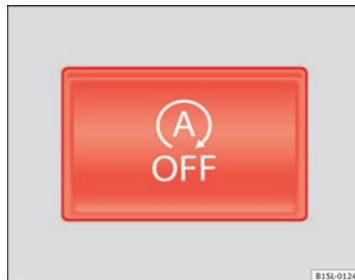

Abb. 104 In der Mittelkonsole oben: Taster für Start-Stopp-System.
- Taste  in der Mittelkonsole drücken ⇒ **Abb. 104**.